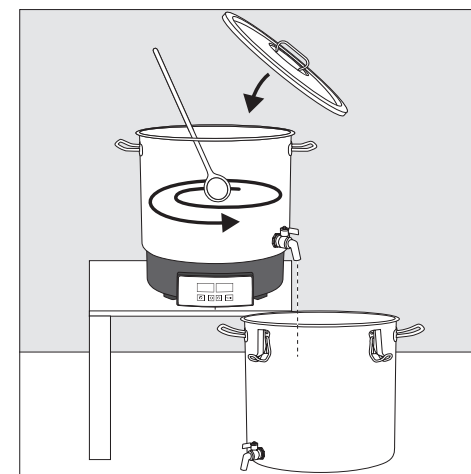
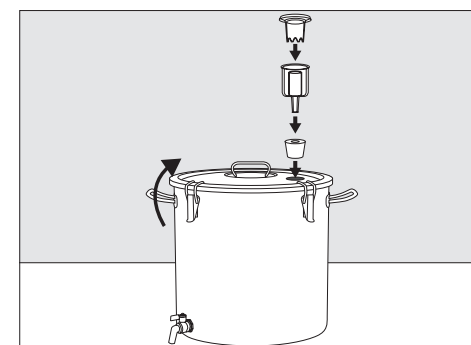

fig. 9
fig. 10
- Riporre il tino di fermentazione (BHG 040002) pulito e disinfettato con etanolo al 70% senza fondo perforato (15) sotto il rubinetto di scarico (6) chiuso della caldaia di cottura (BHG 410000). Con la paletta (13) girare il mosto formando dei grossi cerchi e portarlo ad una forte rotazione. Togliere quindi la paletta (13) dal mosto rotante. Mettere il coperchio (1) sulla caldaia di cottura (BHG 410000) (fig. 9).
- Non appena il liquido non ruota più (dopo ca. **10 – 15 min**) aprire lentamente il rubinetto di scarico (6) e fare scorrere il mosto nel tino di fermentazione pulito (BHG 040002).
- Chiudere con il coperchio (9), mettere nel gorgogliatore (7) fino al segnale di etanolo al 70% e depositare alla temperatura di fermentazione desiderata. Una temperatura di fermentazione più elevata accelera il processo di fermentazione. (fig. 10).
- Dal gorgogliatore (7) fuoriesce durante la fermentazione CO₂.